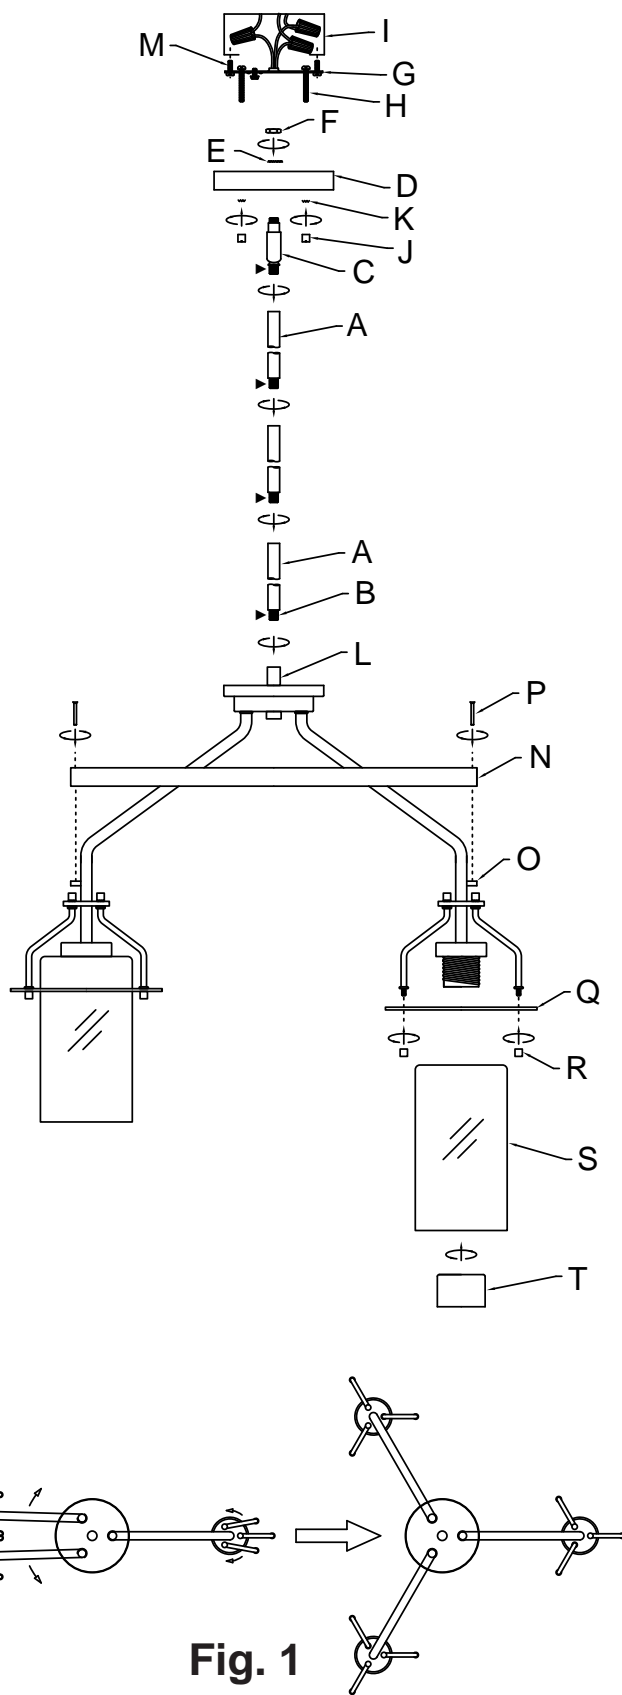

Fig. 1
- 1) Rote los tres (3) brazos grandes en sus posiciones correctas como se muestra (Fig. 1).
- 2) Rote los tres (3) brazos pequeños de cada brazo grande en sus posiciones correctas como se muestra (Fig. 1).